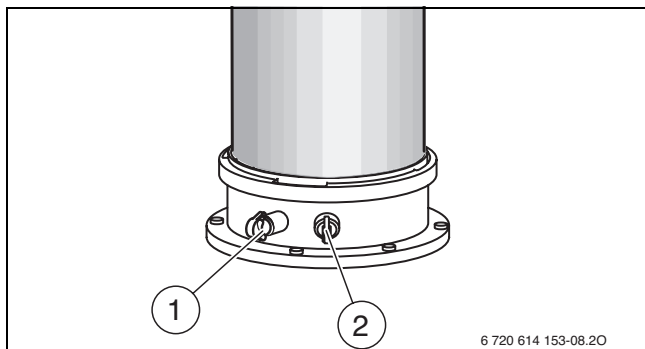

Fig. 44
- ▶ Rimuovere il tappo della presa di analisi dell'aria comburente (→ fig. 44, [2]).
- ▶ Rimuovere il tappo di chiusura dal tronchetto di misura gas combusti [1] (→ fig. 44).